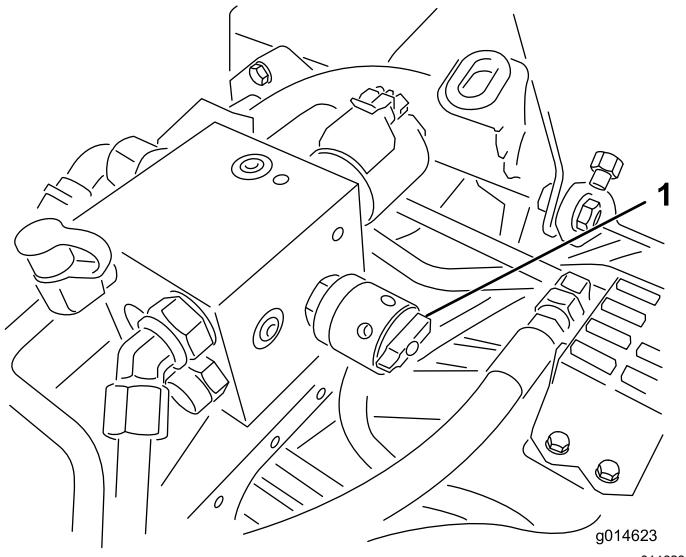

Figura 50
- Ajuste a velocidade dos cilindros, rode o manípulo (Figura 50) até que as setas indicadoras fiquem alinhadas com o número que determinou no passo 3.